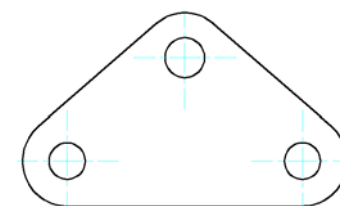

Рис. 3.15
**Шаг 2.** Удалить внутренние части больших окружностей. Для этого вызвать команду **Редактирование** → **Обрезать**, указать курсором все три отрезка и нажать клавишу **Enter** на клавиатуре. Затем мышью указать удаляемые части окружностей. В результате должен получиться контур, представленный на рис. 3.15.